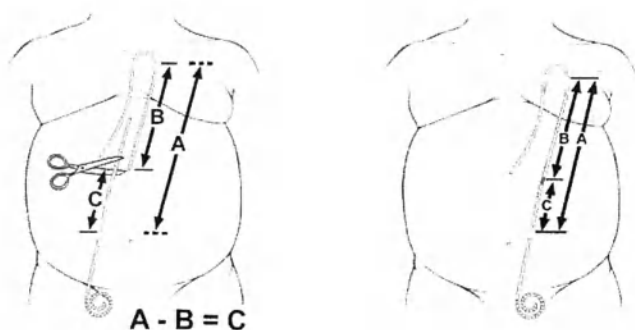

Рисунок 9
2. Измеренное расстояние «А» в сантиметрах между местами первичного и вторичного разрезов отражает суммарную длину соединенных абдоминального и удлинительного катетеров (Рис. 9).
5. Для того чтобы рассчитать длину "С" абдоминального сегмента катетера от места расположения глубокой манжеты под фасцией до места соединения с удлинительным сегментом, нужно вычесть значение "В" из значения "А". Таким образом, формула $A - B = C$ определяет длину абдоминального сегмента катетера (Рис.9). Чтобы было возможно работать с концом абдоминального катетера, длина отрезка «С» должна быть не менее 5 см.